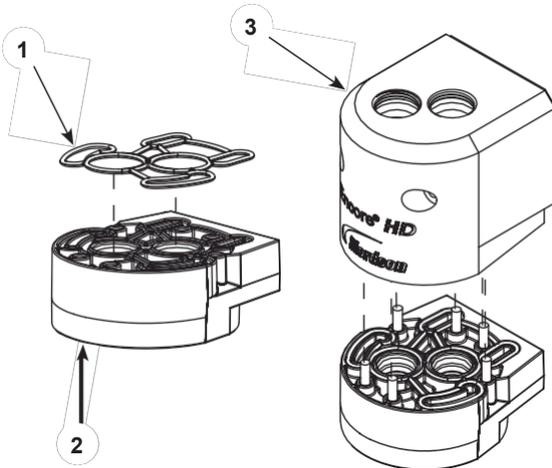

Figura 22 Assemblaggio del blocco Y inferiore al collettore di spurgo
1. Vedere Figura 22. Posizionare l'O-ring personalizzato (1) nel blocco Y superiore (2) come mostrato, quindi fissare il blocco Y superiore all'alloggiamento del collettore di spurgo (3) con la ferramenta fornita.